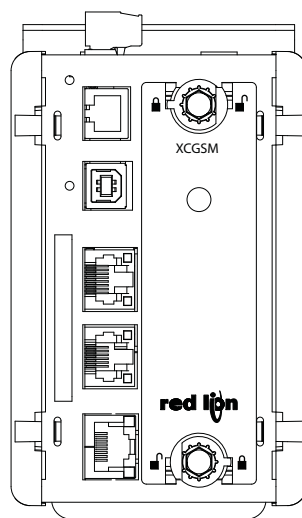

Figure 5
5. Mettre les verrous rotatifs de la carte optionnelle en position verrouillée, comme illustré sur la Figure 5.